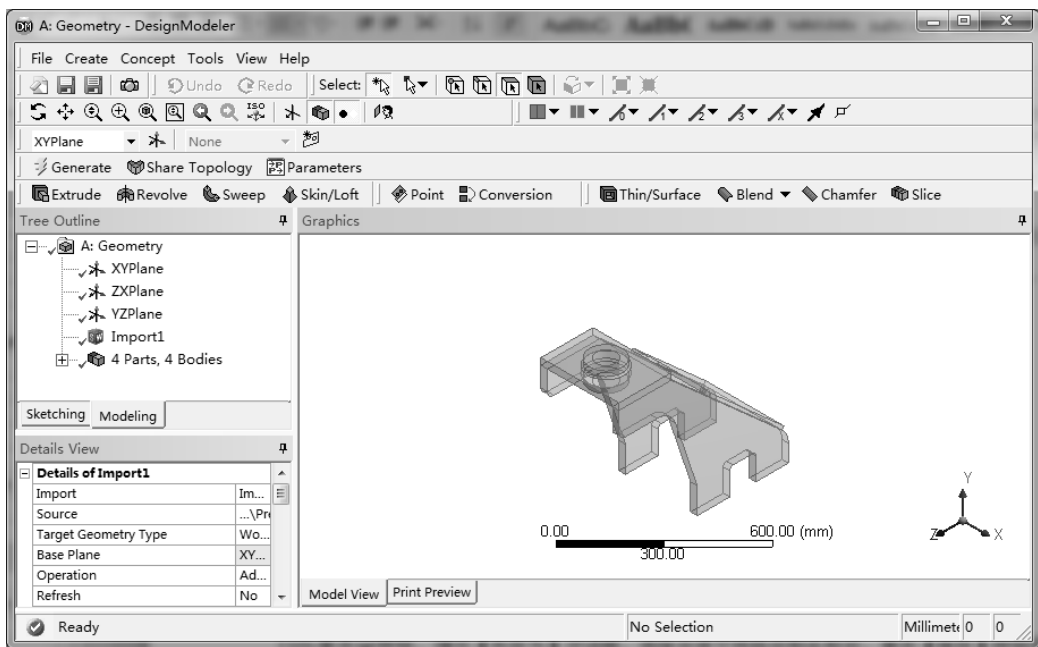

图 6-47 生成几何图形后的 DesignModeler 界面
4) 进入 DM 后，设计树中【Import1】节点前面显示, 表示需要生成，图形窗口没有图形显示，单击  Generate 按钮，生成几何体，即可在窗口右侧显示出几何图形，如图 6-47 所示。